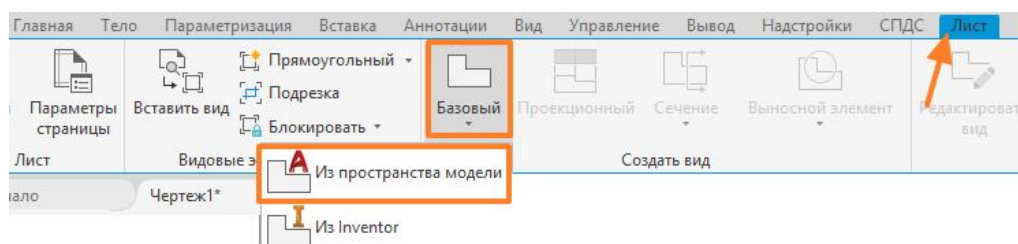

Рисунок 9.16 – Вкладка стрічки **Лист**
3. Створення ортогональних видів деталі. На стрічці оберіть вкладку **Лист**, потім на панелі **Создать вид** натисніть кнопку **Базовый** → **Из пространства модели** (рис. 9.16).